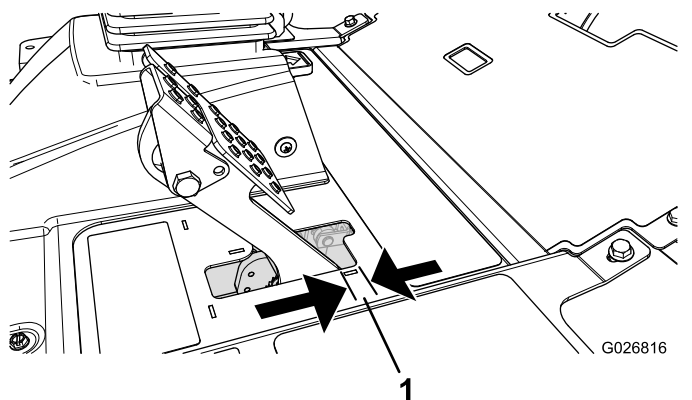

Figure 70
Réglez les freins si la garde à la pédale de frein est supérieure à 2,5 cm (Figure 70) ou si la force de maintien offerte est insuffisante. La garde est la distance parcourue par la pédale de frein avant que le freinage soit ressenti.
2. Serrez l'écrou arrière afin de pouvoir déplacer le câble en arrière jusqu'à obtention d'une garde de 6,3 à 12,7 mm (Figure 70), avant le blocage des roues.